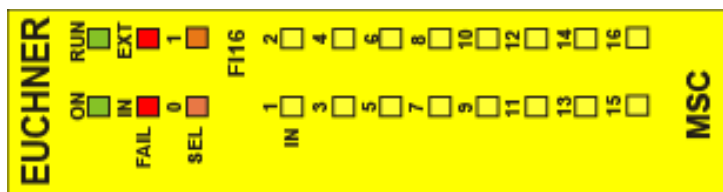

Figura 19:
8.3.7. Módulo FI16 (Figura 19)